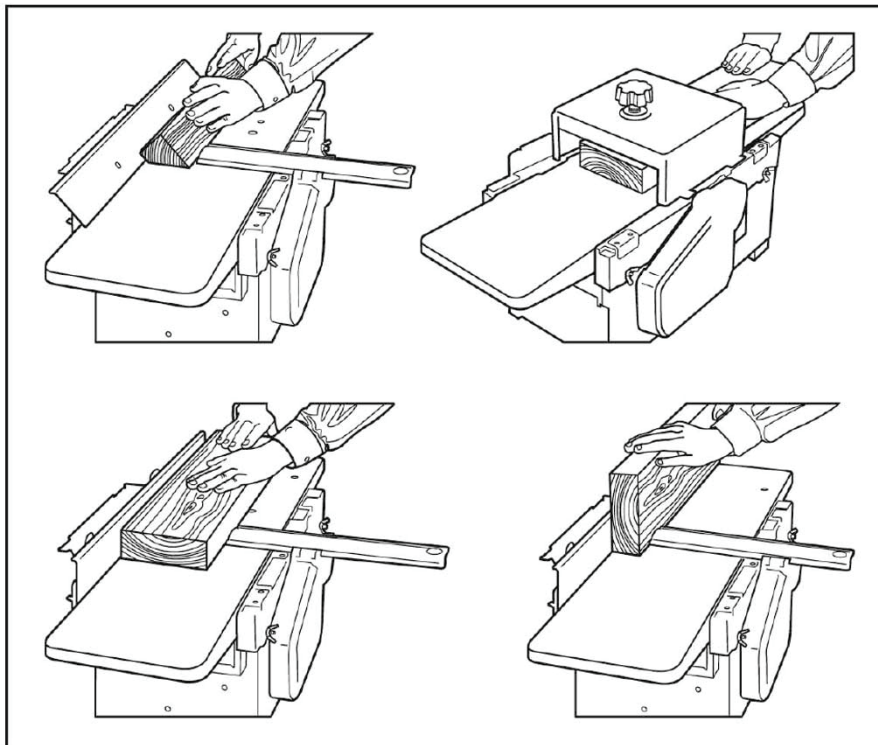

Рис. 3
- вращением ручки, переместить подвижный стол 6 (рис. 1B) на необходимую глубину строгания, совместив риску R на подвижном столе с необходимым значением штриха на шкале (1) (рис. 3);